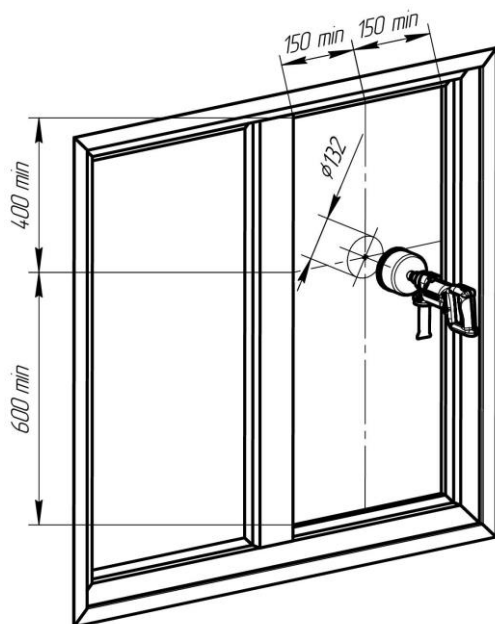

Рис. 15
1. Разметьте центр вентиляционного отверстия на расстоянии не менее 400 мм сверху, 600 мм снизу и 150 мм по бокам до оконного проема, см. Рис. 15